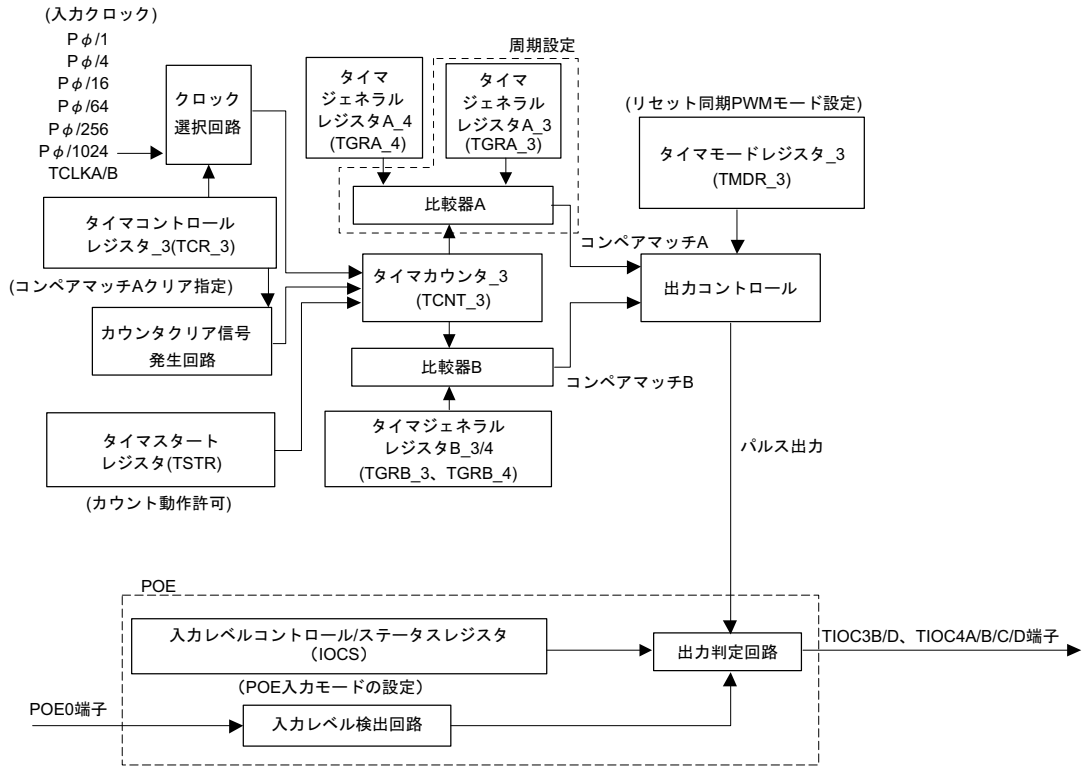

図 2.28 MTU/ch3、4、POE ブロック図
- (1) 本タスク例ではMTUのch3/4 (リセット同期PWMモード) で出力している波形を外部信号立ち下がりエッジに同期して、ハイ・インピーダンス状態にすることで波形出力を遮断します。
- (a) 図2.28にMTU/ch3、4、POEブロック図を示します。